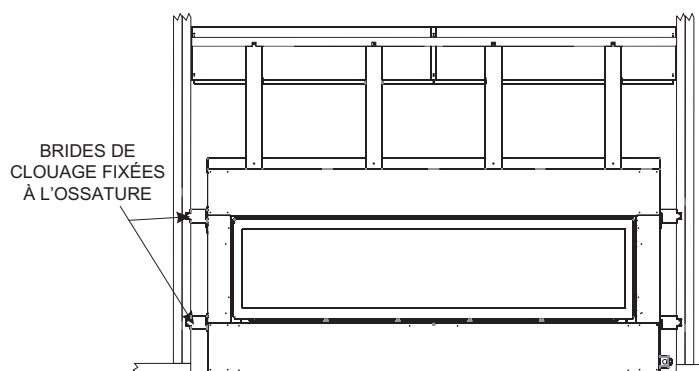

Figure 28
REMARQUE : Pour la finition au-dessus du foyer, voir les figures 28 et 30.
3. Fixez le foyer à la structure avec les brides de fixation. Calculez la profondeur en tenant compte du matériau de revêtement (profondeur affleurante ou en retrait de 1/2 po [12,7 mm]). **Voir la figure 28.**